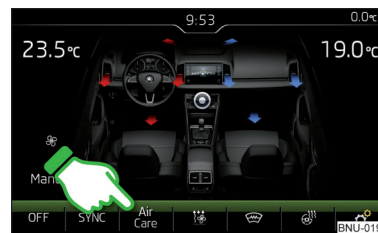

Fig. 160
- Pour **activer/désactiver**, appuyez sur la touche **MENU** sur la pièce de commande Climatronic, puis sur la touche de fonction **Air Care** → **activé** sur l'écran de l'Infodivertissement » fig. 160.